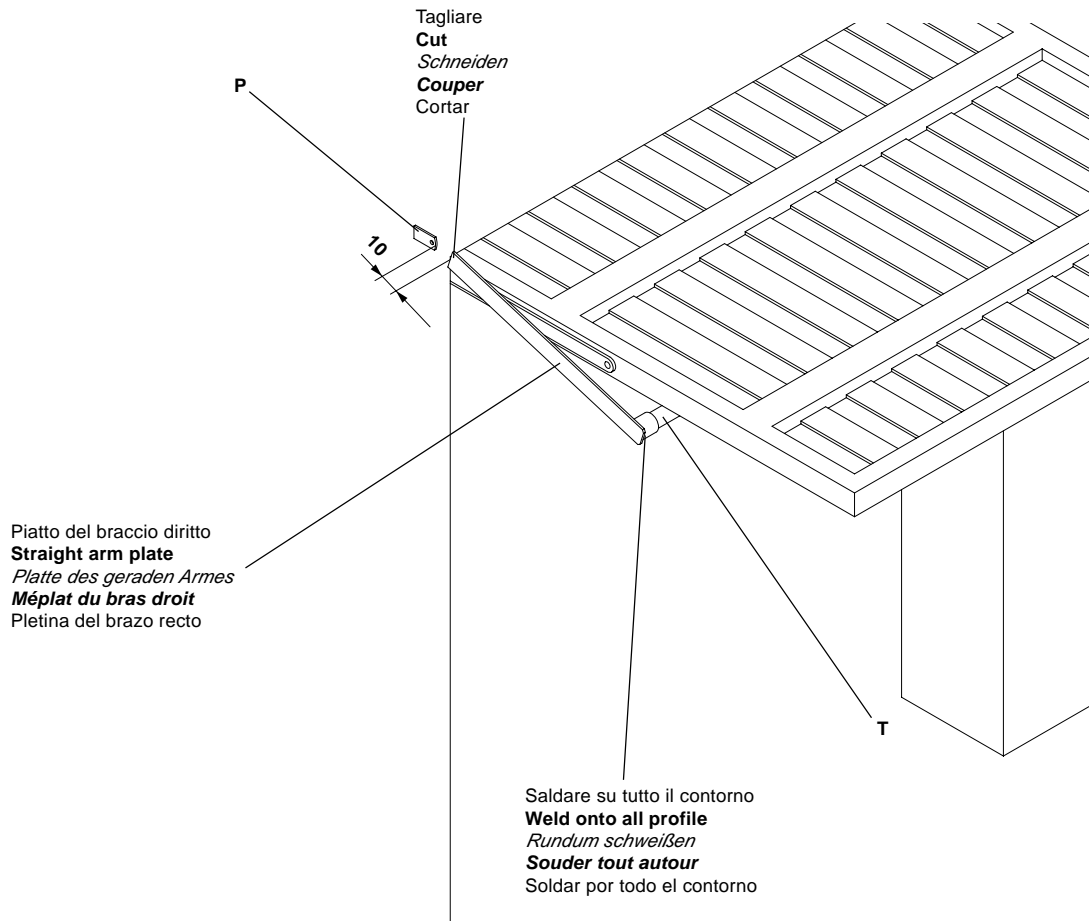

Fig.7
Saldare poi il piatto del braccio al tubo T (fig. 7) oppure utilizzare il braccio AU.45. Infilare il piatto nel tubo e quindi fissare quest'ultimo al piatto P mediante viti M10 e dado autobloccante (in dotazione).
5.5 Operation no. 4. Open the overhead door and cut the 2 straight arm components as per indications given on fig. 7 and 8. Now weld the arm plate to the tube T (fig. 7) or use the arm AU.D45.
5.5 Opération n° 4. Ouvrir la porte du basculant et couper les deux éléments du bras droit selon les indications des figures 7 et 8.
Souder le méplat du bras au tube T (fig. 7) ou bien utiliser le bras AU.D45. Enfiler le méplat dans le tube puis le fixer au montant P avec des vis M10 et écrous autoserrants (fournis).
5.5 Operación nº4. Abrir totalmente la puerta basculante y cortar los componentes del brazo recto según las indicaciones de las fig.7 y 8.
Soldar a continuación la pletina del brazo al tubo T (fig.7) o bien utilizar el brazo AU.D45.